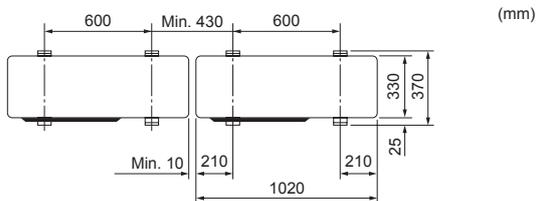

Fig. 3-1
- Įrenginį sumontuokite ant tvirto, lygaus paviršiaus, kad jam veikiant nesigirdėtų barškėjimo. (Fig. 3-1)